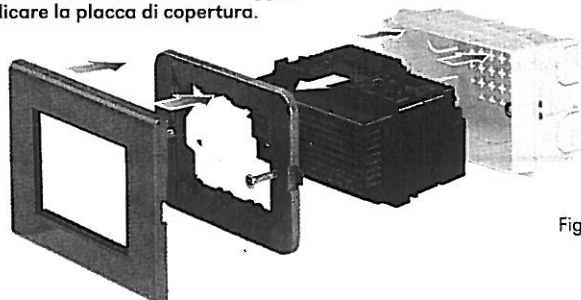

Fig. 5
- Inserire il rivelatore nella parte del telaio come illustrato nella Fig.5.